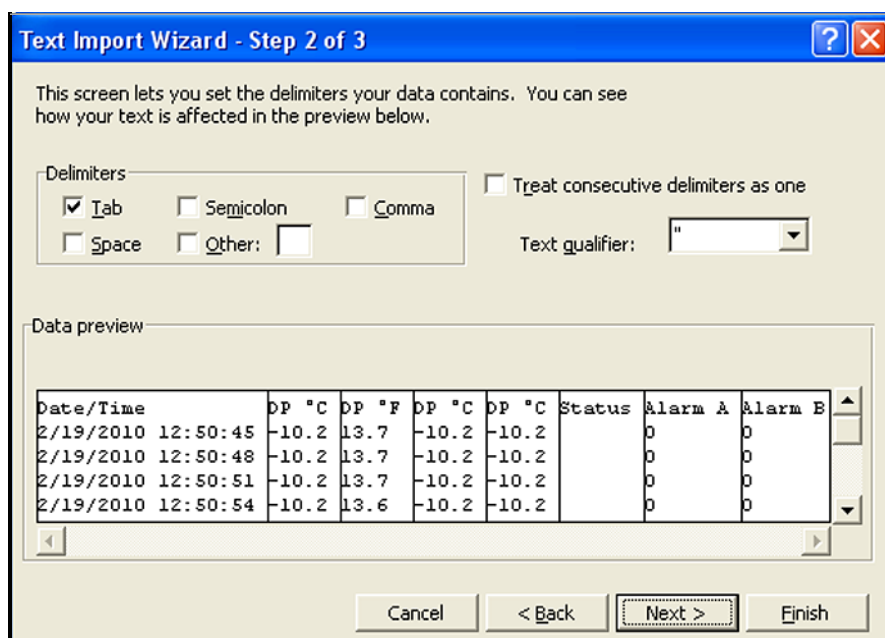

Figure 61: Assistant d'importation Microsoft Excel – étape 2
2. Suivez les instructions affichées à l'écran, apportez des modifications éventuelles puis cliquez sur **Suivant**. Un écran semblable à celui de la *Figure 61* ci-dessous s'affiche.